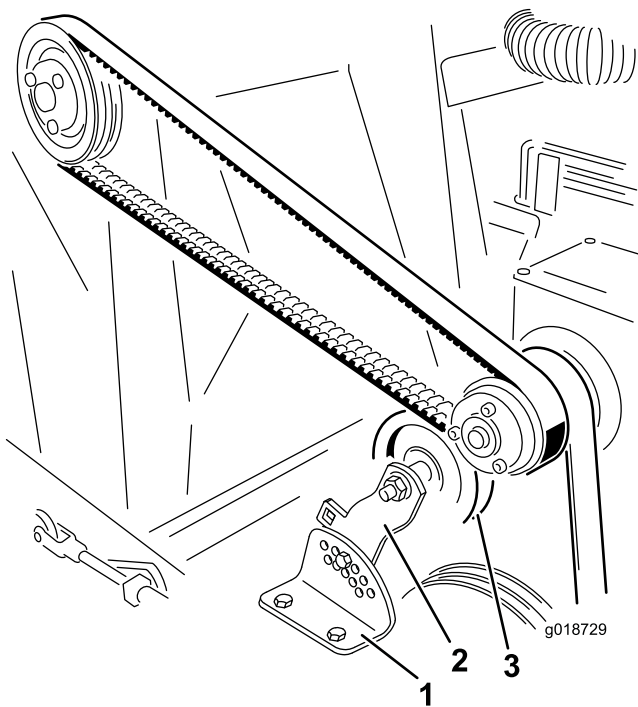

Bild 23
2. Entfernen Sie die Mutter und Schraube, mit denen die Spannscheibenhalterung an der Einstellhalterung für die Spannung befestigt ist (Bild 23).